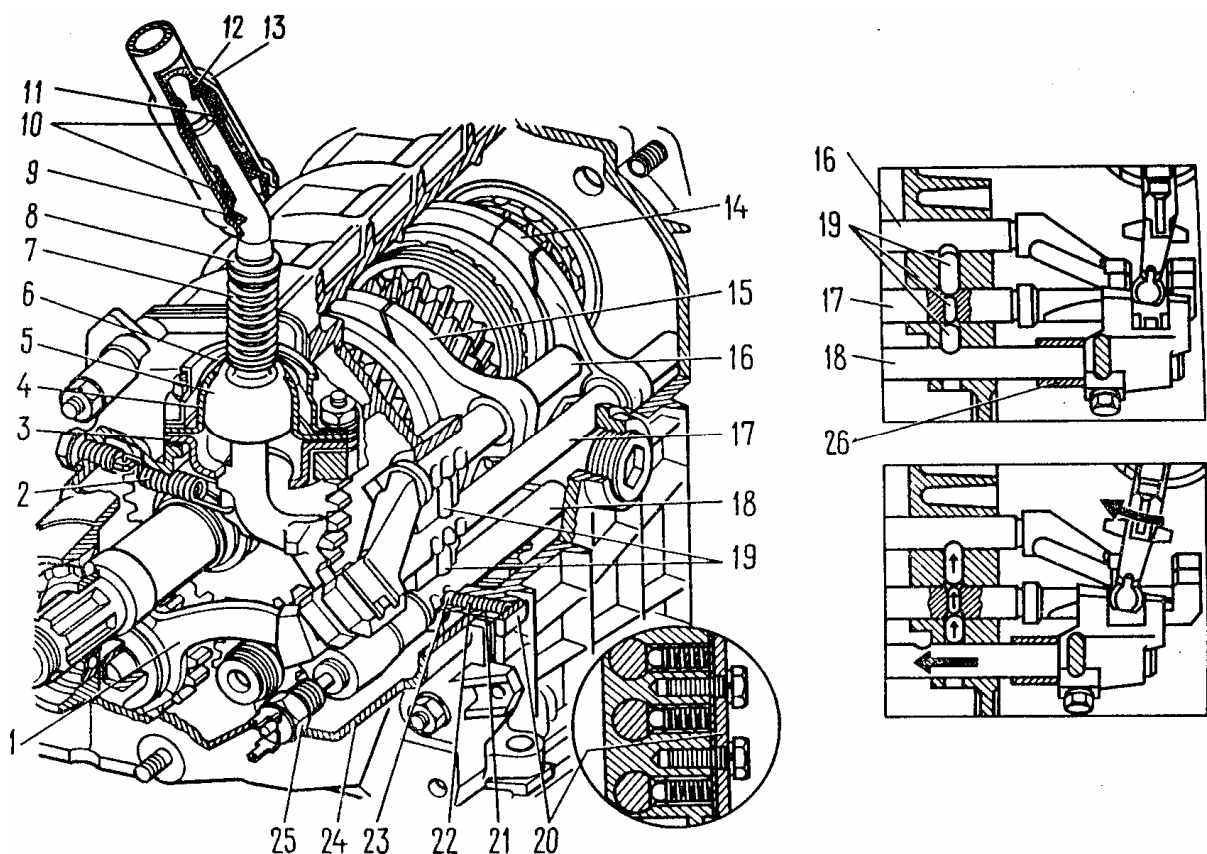

Fig. 3-22. Mando del cambio de las velocidades:
Quitar la tapa 20 (fig.3-22) de los fiadores de las barras correderas junto con la junta, extraer del cárter de la caja de cambios la barra corredera 18 de la horquilla para meter la marcha de retroceso, la barra 17 de la horquilla para meter la III° y IV° velocidad. Desenroscar el tornillo que sujeta la horquilla de la I° y II° velocidad, extraer la barra corredera y la horquilla. Al sacar las barras correderas, habrá que extraer simultáneamente tres chavetas de bloqueo 19.
- el muelle 22 (fig.3-22) de la bola del fiador de la barra corredera de la horquilla de la marcha de retroceso se diferencia de los otros por su rigidez, éste está pintado de color verde o tiene recubrimiento de cadmio, y a partir del año 1985 oxidación negra;